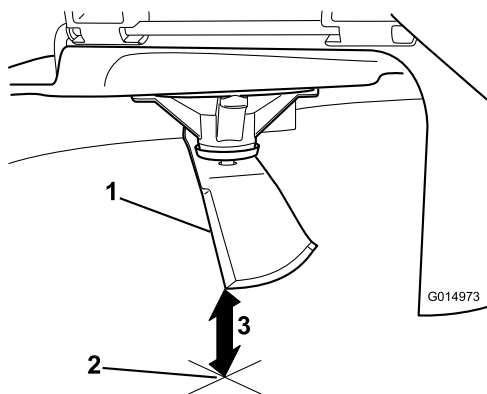

Figura 101
5. Mida desde la punta de la cuchilla hasta la superficie plana (Figura 101).